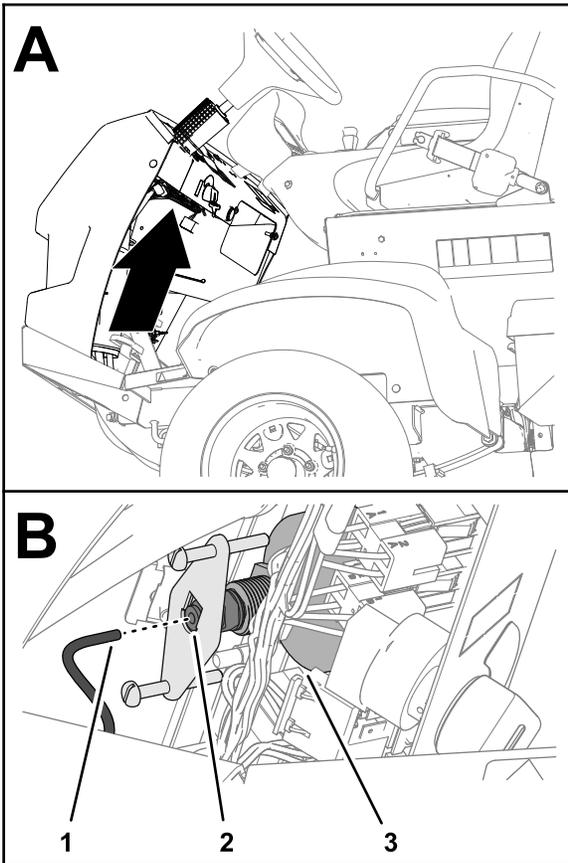

Figura 127
5. Retire el tubo de la parte trasera del manómetro y coloque el extremo del tubo en un recipiente (Figura 127).